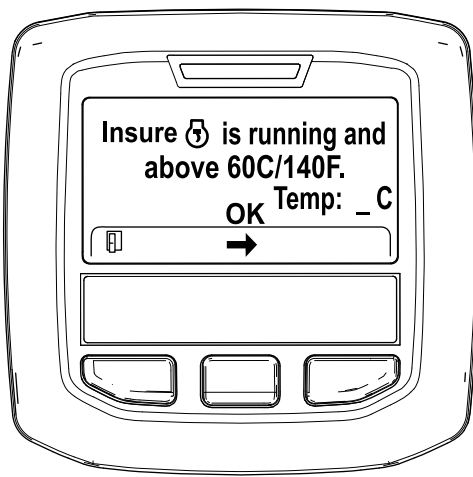

Figura 52
5. Se a temperatura do líquido de refrigeração for inferior a 60°C, surge a mensagem "Insure is running and above 60°C/140°F" (Confirme que está a trabalhar e acima de 60°C/140°F) (Figura 52).